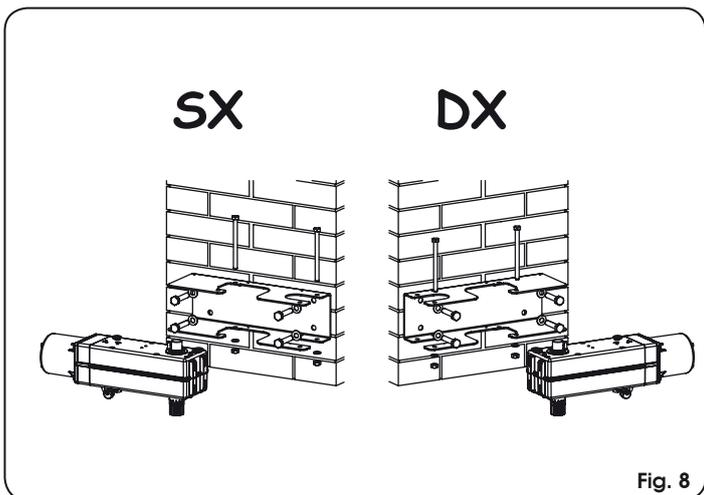

Fig. 8
- Fixer, en vérifiant que l'horizontalité soit parfaite, la plaque de base au pilier en utilisant des vis  $\varnothing 10$  et des chevilles appropriées (Fig. 8).
- Insérer le groupe motoréducteur dans la plaque de base et le fixer avec deux vis, les écrous correspondants et les rondelles élastiques (Fig. 8).